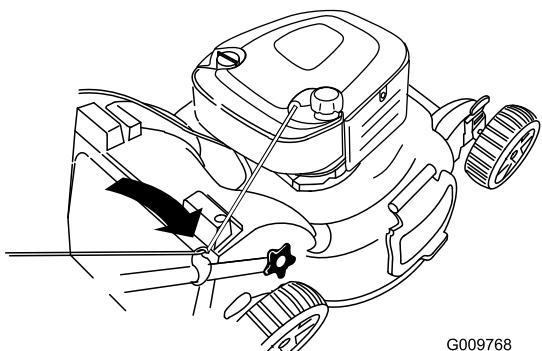

Figura 30
- Avvolgete il cavo di avviamento attorno al guidacavo inferiore (Figura 30).